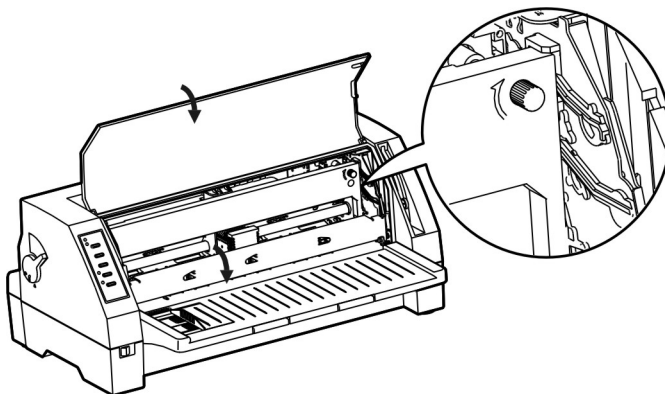

图 2-8：安装色带盒
- 6) 用双手将色带盒轻轻置入打印机中，对准安装位置，稍用力按压到位。如图 2-8 所示。
9) 放下前压纸杆及打印机盖（如图 2-8 所示）。